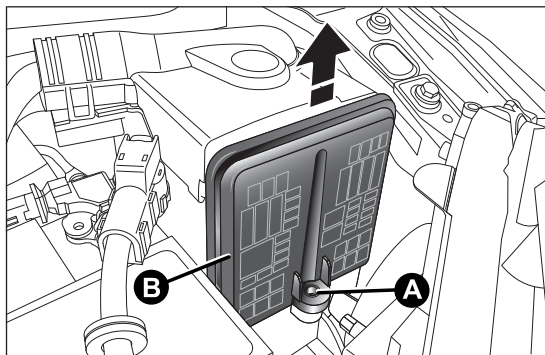
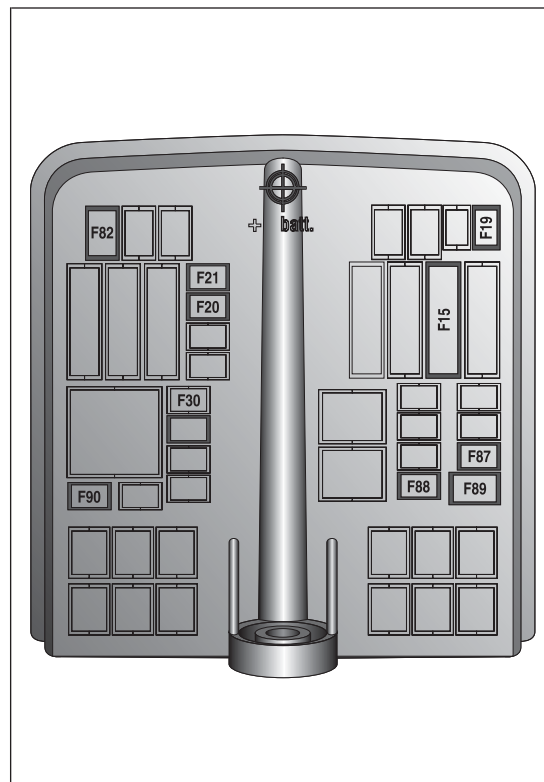

fig. 133
fig. 134
- ❑ aflojar el tornillo A fig. 133, levantar la tapa B fig. 133. La numeración que identifica el componente eléctrico correspondiente a cada fusible puede verse en la parte posterior de la tapa fig. 134. Tras haber sustituido un fusible comprobar que la tapa B de la centralita de fusibles esté bien cerrada.